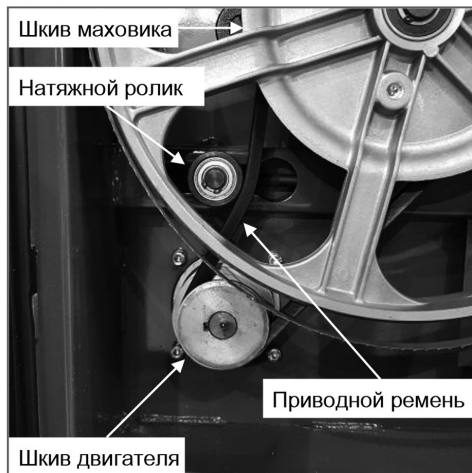

Рис. 32
- Откройте нижнюю дверцу для доступа к приводному ремню (рис. 32).